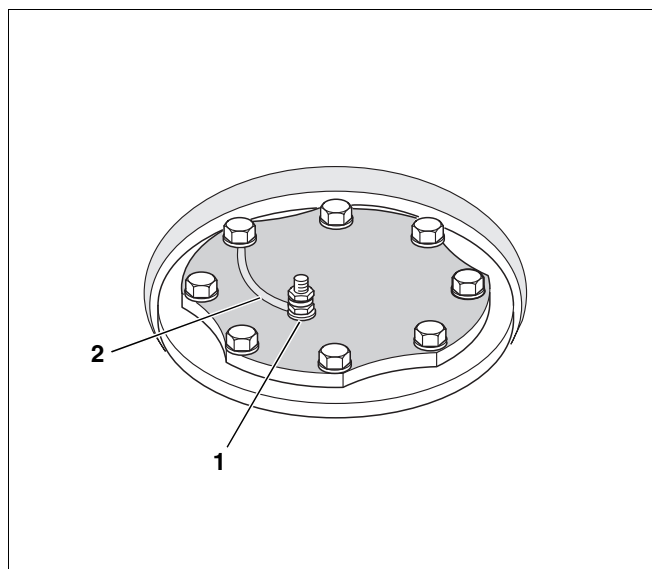

Рис. 5 Подключение магнийевого анода
- Проверьте, подключен ли кабель заземления (рис. 5, **поз. 2**) магнийевого анода.